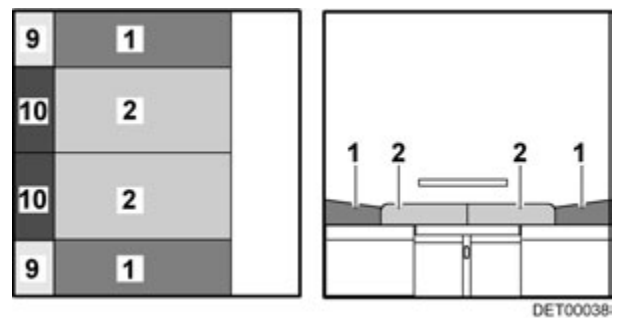

Fig. 86 Después de la transformación
- Tirar de los cojines del asiento (Fig. 86,2) hacia delante y hacia el centro.
- Colocar los cojines del respaldo (Fig. 86,1) entre los cojines del asiento y la pared.
- Colocar los cojines adicionales (Fig. 86,9) entre los cojines del respaldo y la pared.
- Colocar los cojines adicionales (Fig. 86,10) entre los cojines del asiento y la pared.